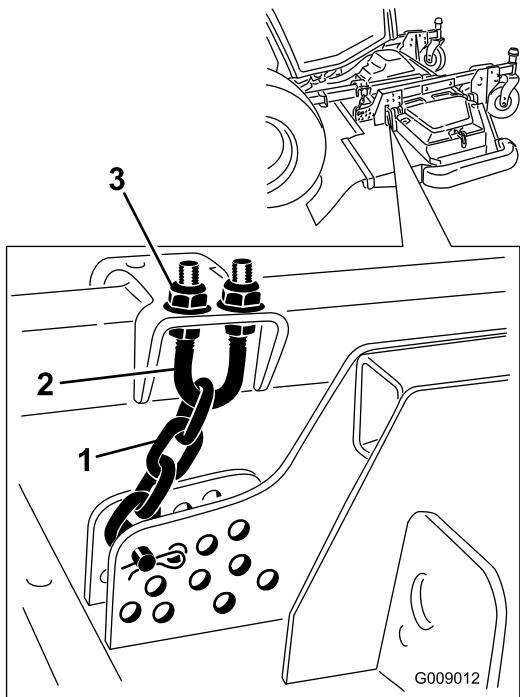

Figura 95
5. Afloje las contratuerca de la parte superior o inferior del perno en U de la cadena de altura de corte (Figura 95).